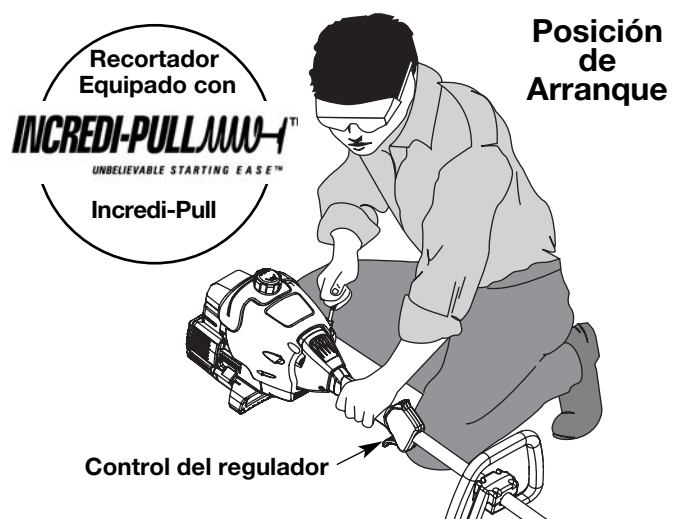

Fig. 5
ADVERTENCIA: Evite los arranques accidentales. Colóquese en posición de inicio cuando tire de la cuerda de arranque (Fig. 5). El operador y la unidad deben estar en una posición estable al arrancar la unidad para evitar graves lesiones personales.
5. Colóquese en la posición de arranque y **no apriete el control de aceleración** (Fig. 5). Hale el cordón de arranque con un **movimiento controlado y uniforme** hasta que el motor trate de arrancar. Repita hasta que el motor arranque.